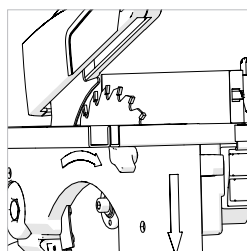

Fig. 21
- Faites glisser le guide de protection jusqu'à la lame, en soulevant le carter de protection de lame de telle façon que le plateau repose contre la lame et sous le carter de protection de la lame. **(Fig. 21)**